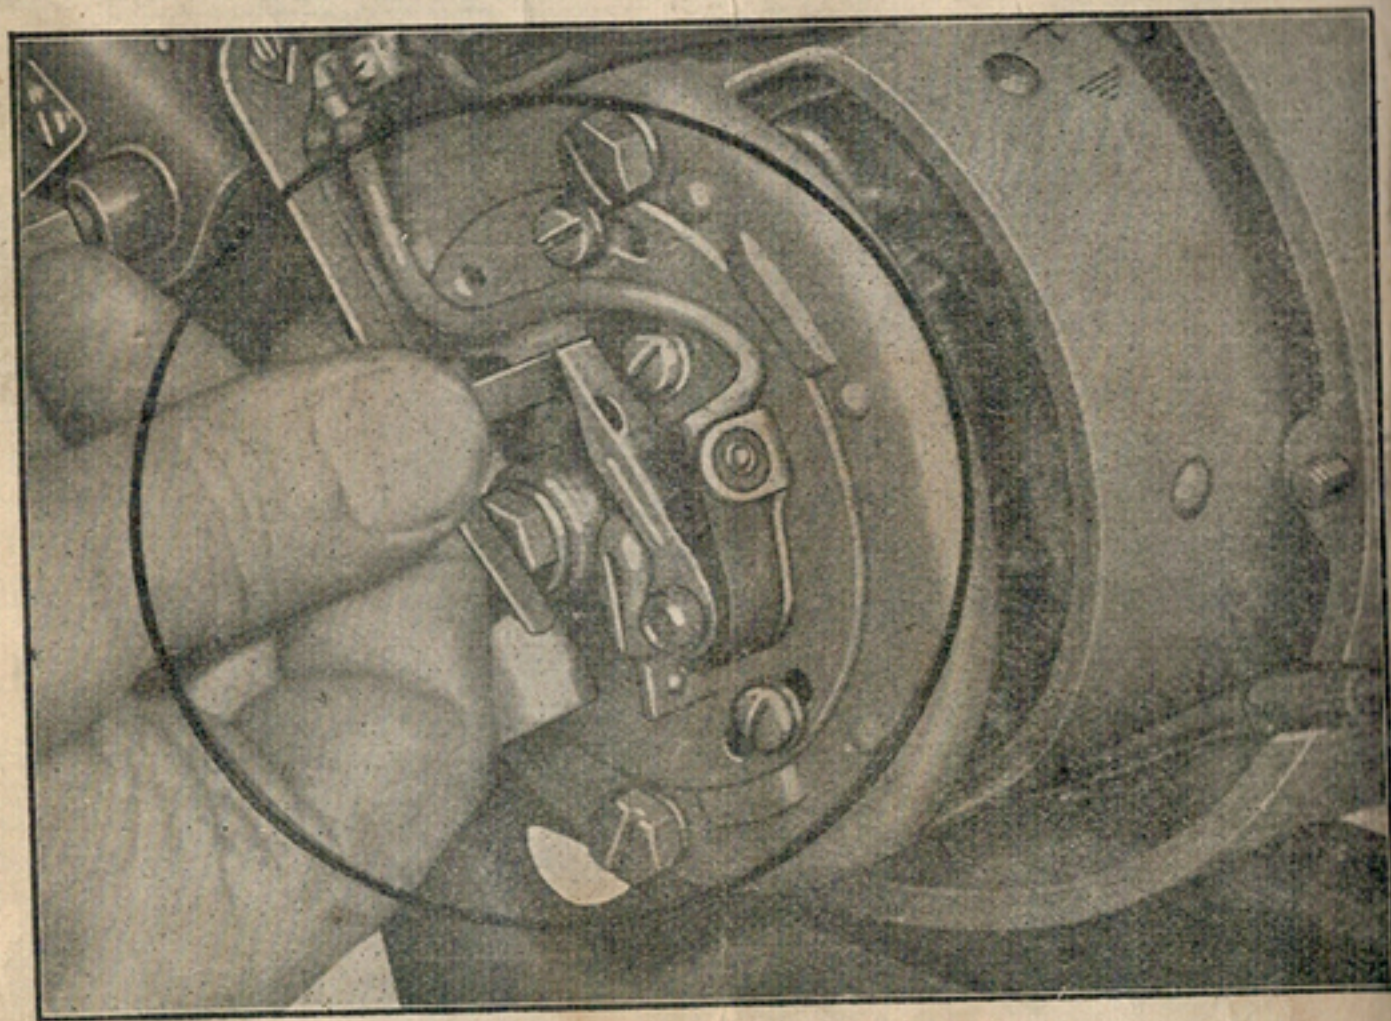

Рис. 29. Измерение разрыва прерывателя
- в) В этом положении наставляют регулировочным винтом расстояние между контактами прерывателя. Расстояние измеряем щупом, поставленным вместе с инструментами (рис. 29). Более тонкий лист щупа входит между контактами, более толстый лист не должен войти.